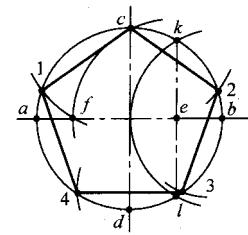

图 2-9 正五边形划法
- 3) 在圆内划互相垂直的中心线，分别与圆周相交于  $a$ 、 $b$ 、 $c$ 、 $d$  四点，如图 2-9 所示。